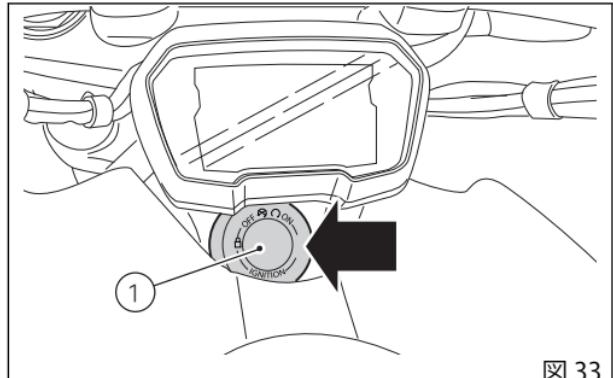
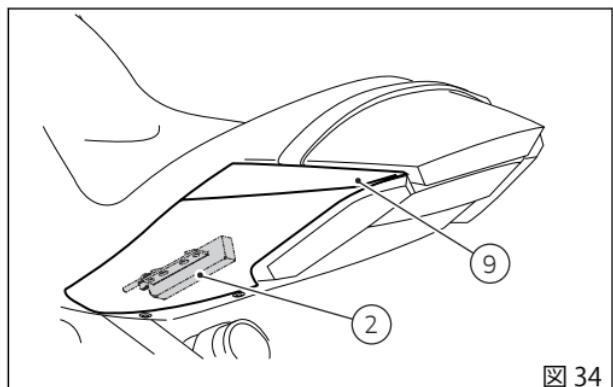
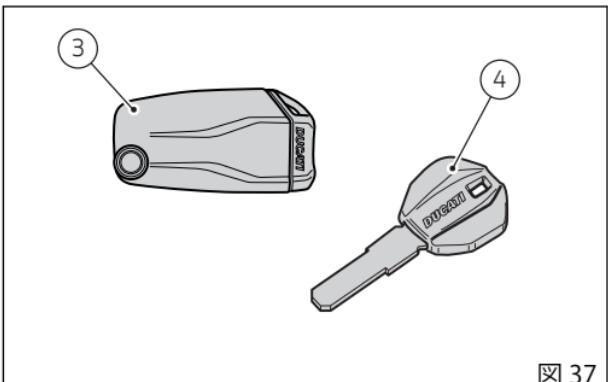
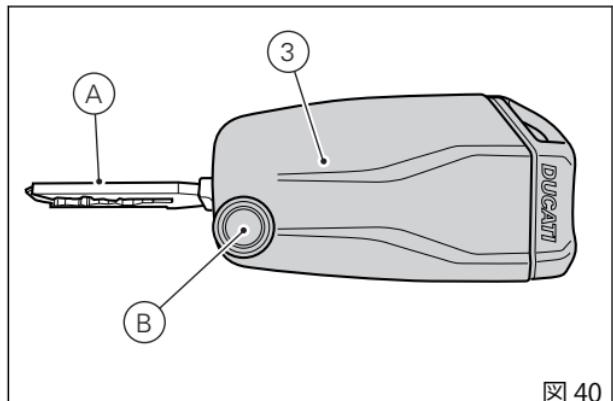

図 33
図 34
図 37
図 40
(図 33) は Hands Free ブロック (1) の位置を示し、(図 34) は左側テールガード (9) 下のアンテナ (2) の位置を示します。
Key-ONするには、アクティブキー(3、図40)があるときにハンドルバーのボタン(6)を押します。
Key-OFFするには、ハンドルバーのボタン(6)を押します。走行速度がゼロであればキー(3、図40)がなくてもKey-OFFが可能です。
Key-ONするには、アクティブキー(3、図40)があるときにHands Free ブロック(1、図33)のボタン(7)を押します。
Key-OFFするにはHands Free ブロック(1、図33)のボタン(7)を押します。キー(4、図37)がなくてもKey-OFFが可能です。
キー(3)とキー(4)がないときにKey-ONするには、Hands Free ブロック(1、図 33)のボタン(7)を押し、ダッシュボードでPIN CODEを入力します。